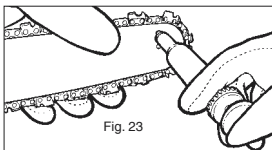

Fig. 23
3. Inserite la punta dell'ago dell'oliatore (opzione) nel foro di oliatura e spruzzate all'interno l'olio fino a quando esce dalla parte esterna della dentellatura (Fig. 23).